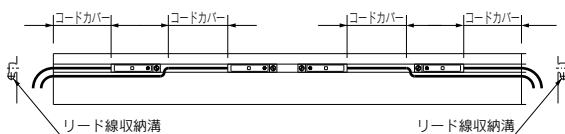

図1 オートスイッチ取付け位置
オートスイッチを複数使用される場合には必ずリード線装着溝を利用しシリンダ端面より引出してください。(図1参照 太線：リード線)
2) コードカバーを所定長さ(図1参照)にカッターまたはチューブカッターにて切断してください。